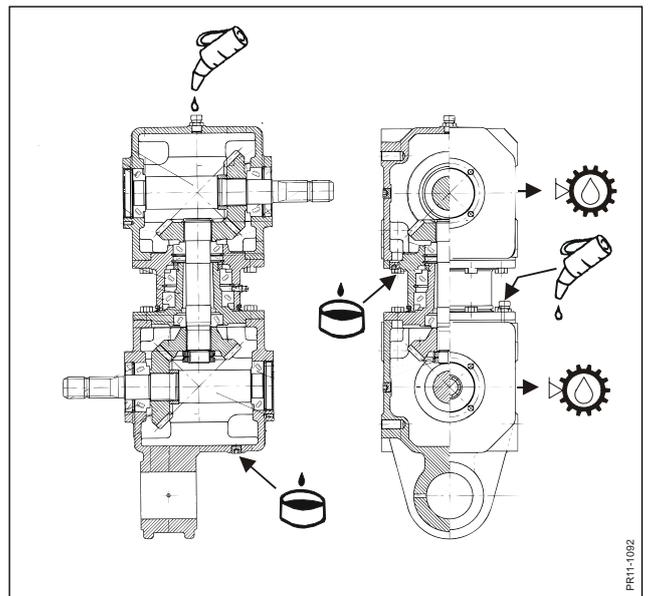

Fig. 5-9
- Fig. 5-9 **Capacité:**  Partie supérieure: 2,3 l